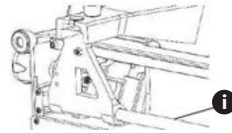

Fig. 11
- a. Lubrifiez régulièrement le chariot avec une huile de machine à usage alimentaire. Pour ce faire, posez la trancheuse sur le côté et mettez de l'huile de machine sur les deux extrémités de l'axe de guidage du chariot (i) (Fig. 11).